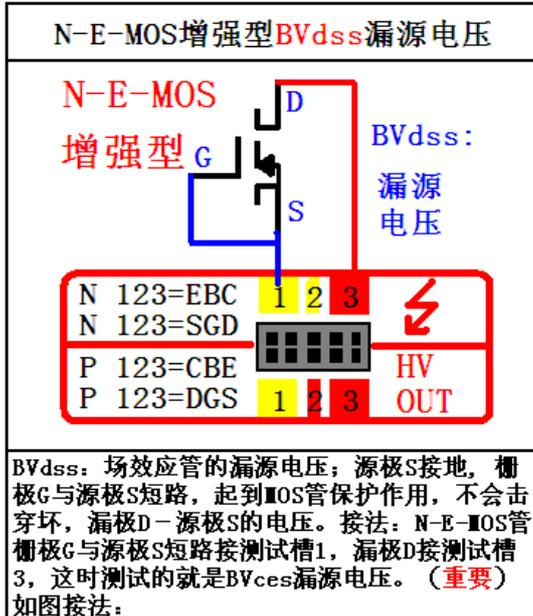
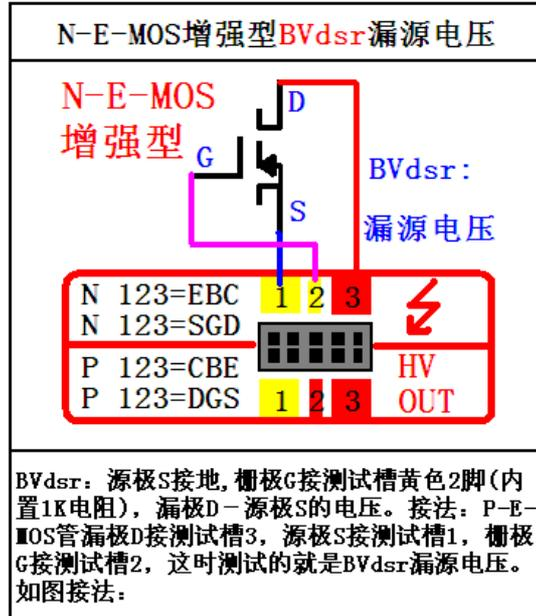

图 7
图 8
4、N沟道的MOS管的测试方法，有BVdss和BVdsr的反向击穿电压（耐压）测试，如下图7和图8所示